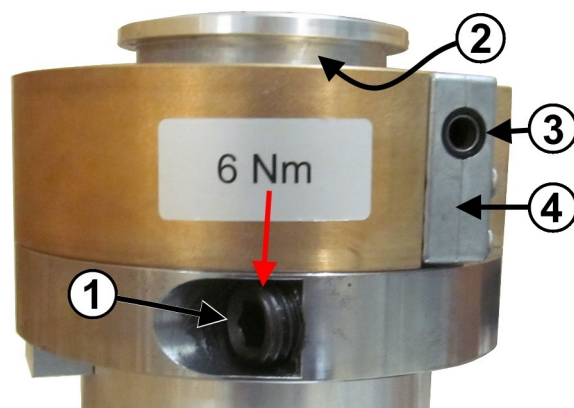
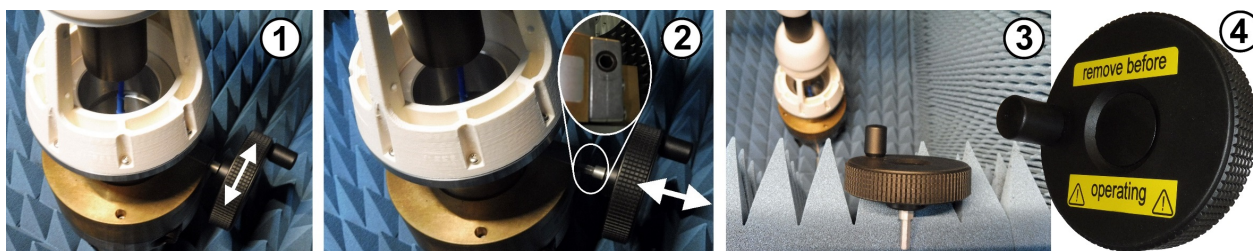
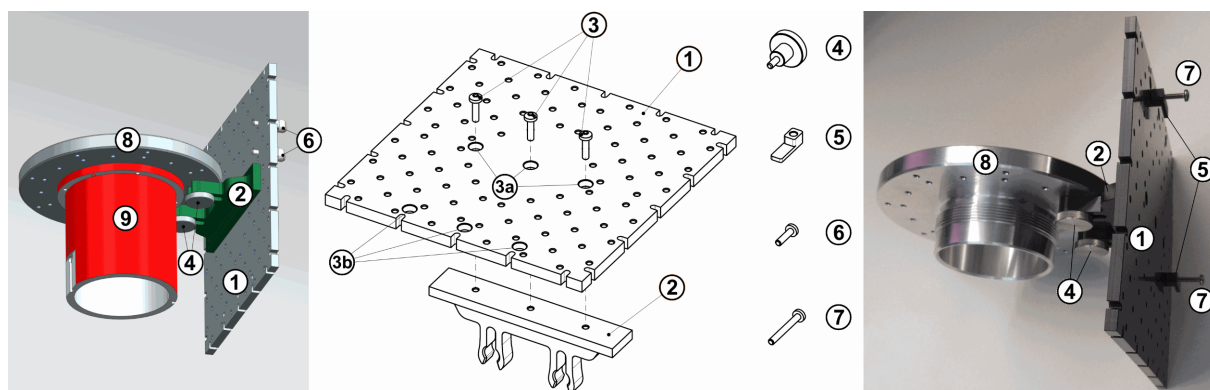

Рис. 7-2: Поворотный стол с зажимным винтом и кривошипным приводом
Рис. 7-3: Кривошип поворотного стола
Рис. 7-8: Комплект держателя для установки печатной платы в дополнение к ИУ
4. Установите кривошип (поз. 4 на рис. 7-3) в шестигранное отверстие (поз. 3 на рис. 7-2).
5. Поверните кривошип (рис. 7-3) до достижения правильной высоты ИУ согласно горизонтальному визиру лазера.
- 5 = Кривошипный привод подъема и опускания поворотного стола (снимите кривошип прежде, приводить в действие рычаг; см. рис. 7-3)
- Специализированный пользователь Закрепил печатную плату на держателе печатной платы посредством зажимов и винтов (поз. 5 - 7 на рис. 7-8).
- Специализированный пользователь Закрепил металлическую опорную плиту (8) ИУ на поворотном столе (9).
- Специализированный пользователь Закрепил держатель печатной платы снизу опорной плиты, учитывая положение кривошипа поворотного стола (рис. 7-3).
Специализированный пользователь Может собрать комплект держателя печатной платы, используя центральные (3a) или боковые (3b) отверстия для сборки, поз. см. на рис. 7-8.